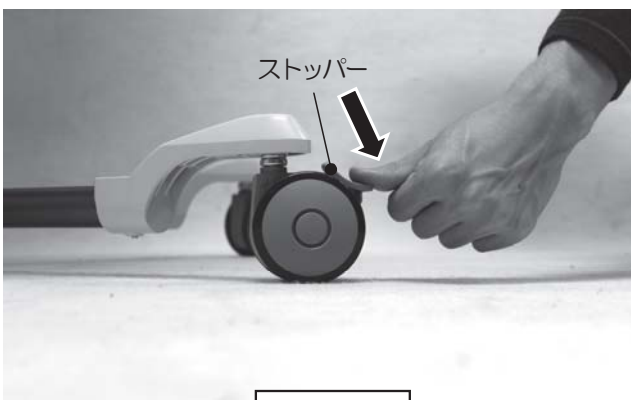

図1
(1) キャスター上部のストッパー先端を、押し込むと、固定します。(図1)